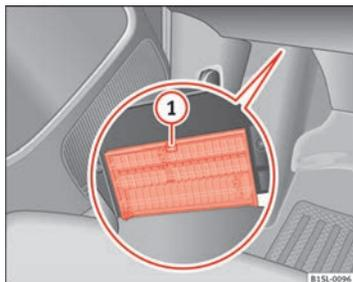

Fig. 142 Sotto la plancia, nel lato del conducente: coperchio della scatola dei fusibili.
- **Apertura:** premere la leva di bloccaggio ⇒ fig. 142 ① fino ad aprire la scatola.
- **Chiusura:** sollevare la copertura nella direzione contraria a quella indicata dalla freccia fino a farla scattare nella leva di bloccaggio ①.